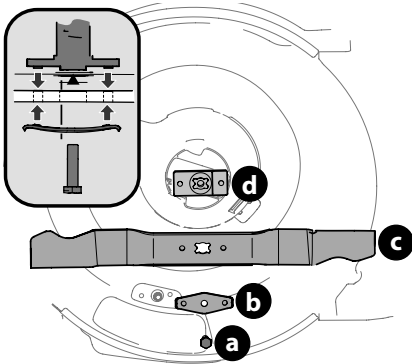

Figure 25
4. Retirez le boulon (a) et le support de la lame (b) qui fixent la lame et l'adaptateur au vilebrequin du moteur. Voir Figure 25.
5. Retirez la lame (c) et l'adaptateur (d) du vilebrequin. Voir Figure 25.
- Lubrifiez le vilebrequin du moteur et la surface interne de l'adaptateur de la lame avec une huile légère. Voir l'encadré de la Figure 25.